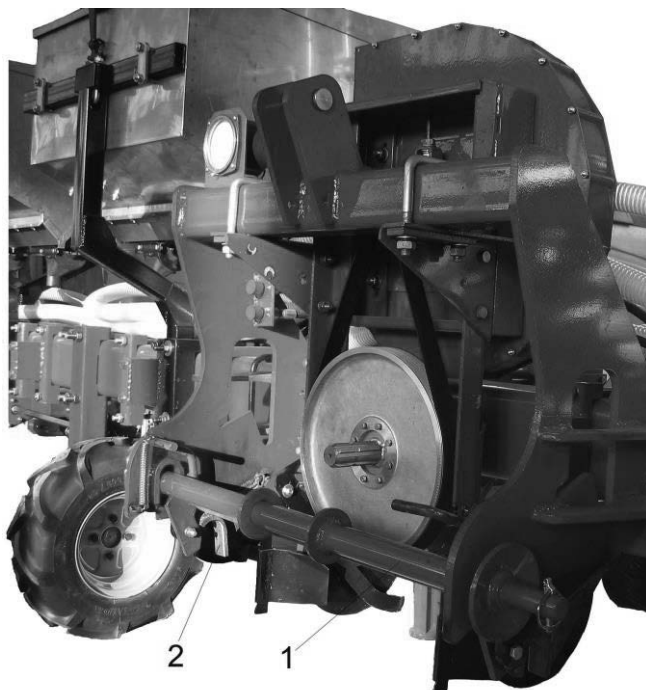

Рис. 34
3. установить колеса на стойки транспортного устройства, в случае если не хватает высоты подъема для установки колёс транспортного устройства, то необходимо установить штангу сеялки 1 рис. 34 на нижний зацеп, 2
5. перегнать трактор и зацепить штангу 1 рис.34 за дышло поз.1 рис.35,